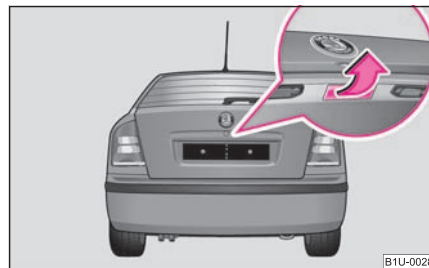

Fig. 34 Asidero de la tapa del maletero
Al abrir y cerrar se desbloquean o bloquean **todas** las puertas a la vez mediante el cierre centralizado. Al abrir se desbloquea la tapa del maletero. Ella se puede abrir presionando el asidero encima de la placa de matrícula ⇒ página 39, fig. 34.
- Presione el asidero ⇒ página 39, fig. 34 y levante al mismo tiempo la tapa del maletero.